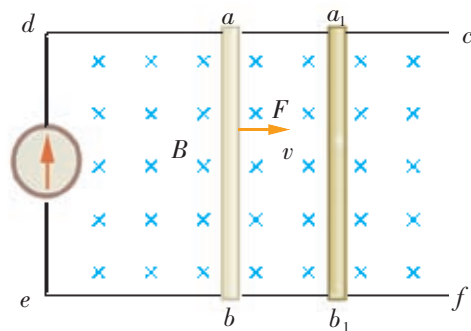
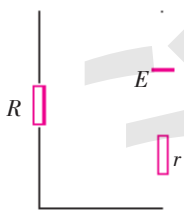

图 1-30 金属棒在导轨上移动,方向跟磁场方向垂直
图 1-32
如图 1-30 所示,在磁感应强度为 B 的匀强磁场中,有相距为
■ **案例 1** 在图 1-30 中, 设电流表相当于一个电阻值为 $1\ \Omega$ 的电阻 R , 磁场的磁感应强度 B 为 $0.1\ \text{T}$, 导轨间的距离 L 为 $1\ \text{m}$, 金属棒的电阻为 $1\ \Omega$, 金属棒与导轨接触的两点间电阻和导轨电阻不计。金属棒在垂直于棒和磁场的恒力 F 的作用下, 以 $10\ \text{m/s}$ 的速度从 ab 移动到 a_1b_1 , 移动距离是 $0.5\ \text{m}$ 。
- (1) 求金属棒上产生的感应电动势大小和方向。
- (2) 求施加在金属棒上的外力 F 的大小。
- (3) 分析在金属棒运动过程中能量的转化情况。
从电路的角度看, 在闭合电路中有电流, 必须有电源。金属棒在磁场中, 做切割磁感线运动时相当于一个电源; 金属棒中产生的感应电动势就是电源的电动势; 金属棒与导轨接触的两点相当于电源的两极。金属棒与导轨 dc 接触的点相当于电源的正极, 与 ef 接触的点相当于电源的负极。电阻 R 相当于外电路负载, 金属棒的电阻相当于电源的内电阻 r 。这样, 我们可以画出图 1-30 的等效电路图(图 1-32)。